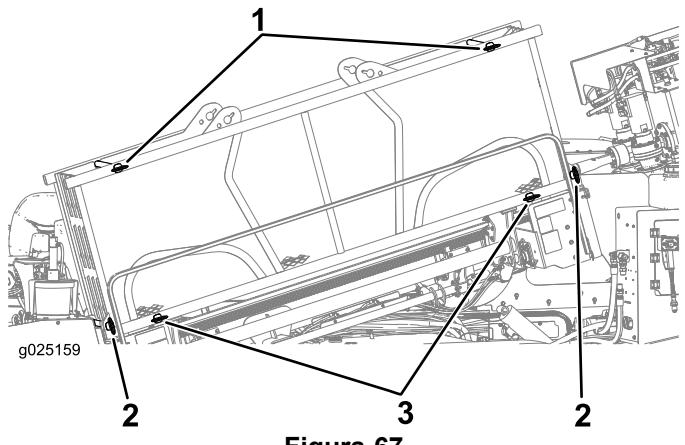

Figura 67
2. Asegúrese de que los pasadores superiores e inferiores, delanteros y traseros, del portatubos están instalados (Figura 67).